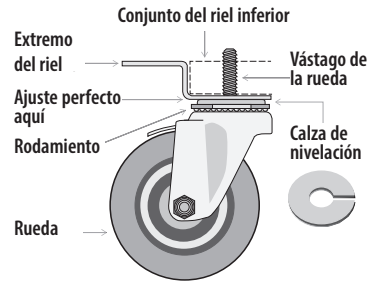

Fig. 4. Representación esquemática de una rueda.
3. Enrosque las ruedas en el riel del marco o en la parte inferior del aparato. Véanse las figs. 4 y 5.